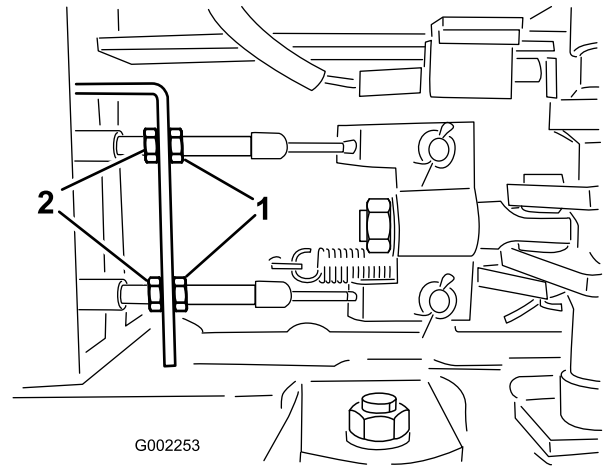

図 83
5. ブレーキケーブルの車両前端側にある前ナットをゆるめる (図 83)。
6. 後ナットを均等に締めて、ブレーキペダルの遊びを 10-20 mm に調整する 図 83。